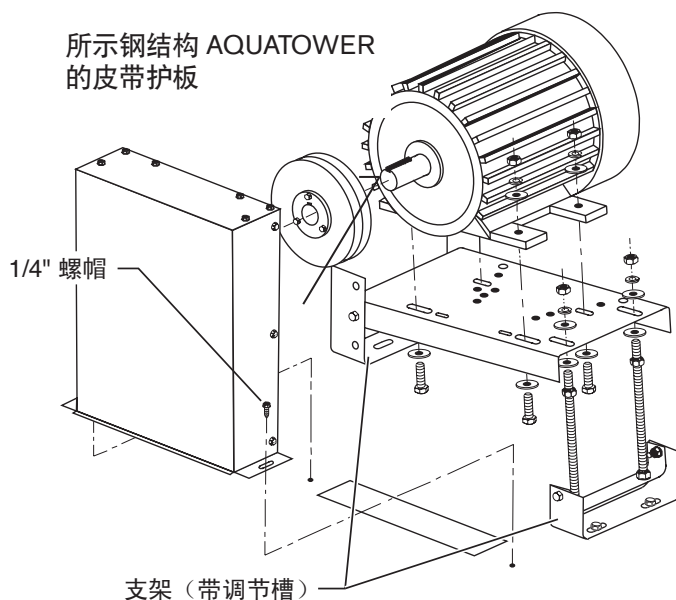
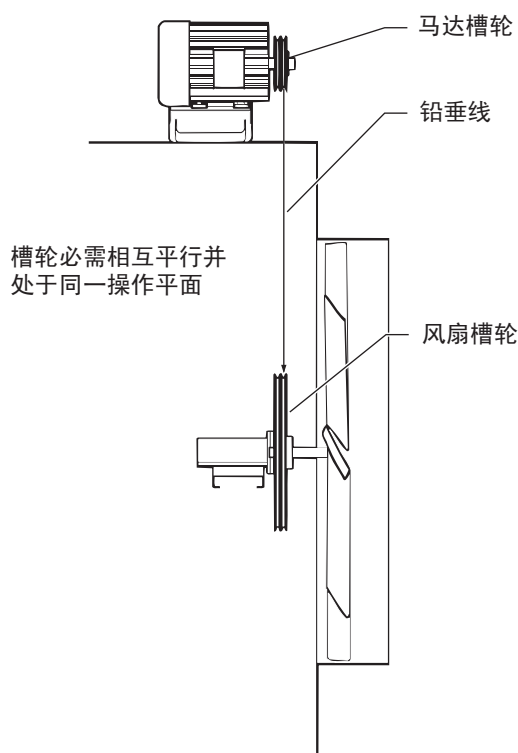
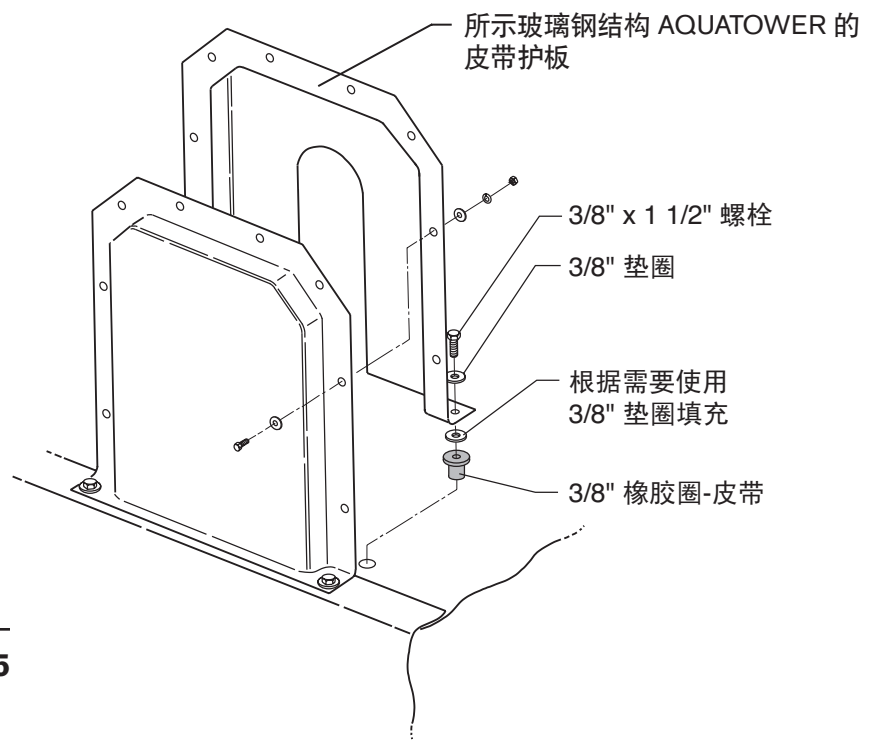

图 3
图 4
图 5
3. 使用提供的四个螺栓、平面垫圈、锁定垫圈和螺母将马达安装到马达基座上，请参见图 3。您可能需要松开调节螺栓并抬高马达基座，以便可以从马达基座下面拧紧马达固定螺栓。
5. 安装马达槽轮并将其与风扇槽轮对齐。马达支架上有开槽可以帮助对齐。请参见图 3。使用铅垂可以帮助对齐槽轮。请参见图 4。
8. 对于钢结构冷却塔, 如图 3 中所示安装皮带护板; 对于玻璃钢冷却塔, 请参见图 5。